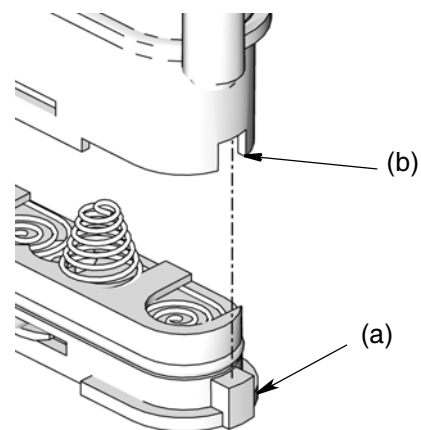

ABB. 29
4. Setzen Sie den Deckel wieder auf. Der Deckel passt nur in einer Richtung auf das Batteriefach. Der Vorsprung (a) am Deckel passt in den Schlitz (b) am Fach. (ABB. 29).